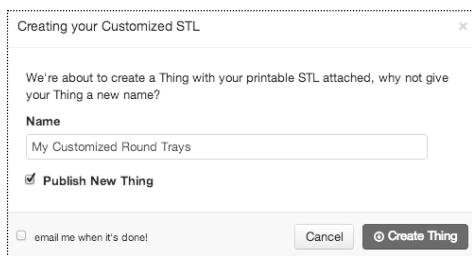

Рис. 13.4
**Create Thing (Создать предмет):** нажмите эту кнопку, чтобы приступить к созданию файла STL [Рис. 13.4].